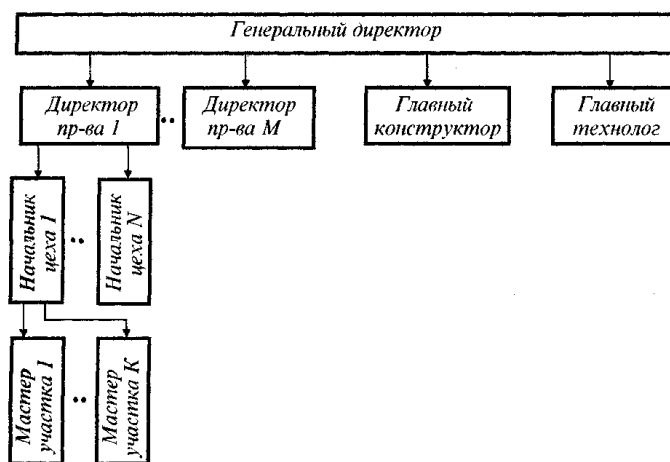

Рисунок 5.3 – Функциональная иерархия
**Функциональная иерархия.** В основе функциональной иерархии лежит функциональная зависимость элементов системы. Такое разделение является субъективным, так как трудно выделить границы между элементами системы (рисунок 5.3).